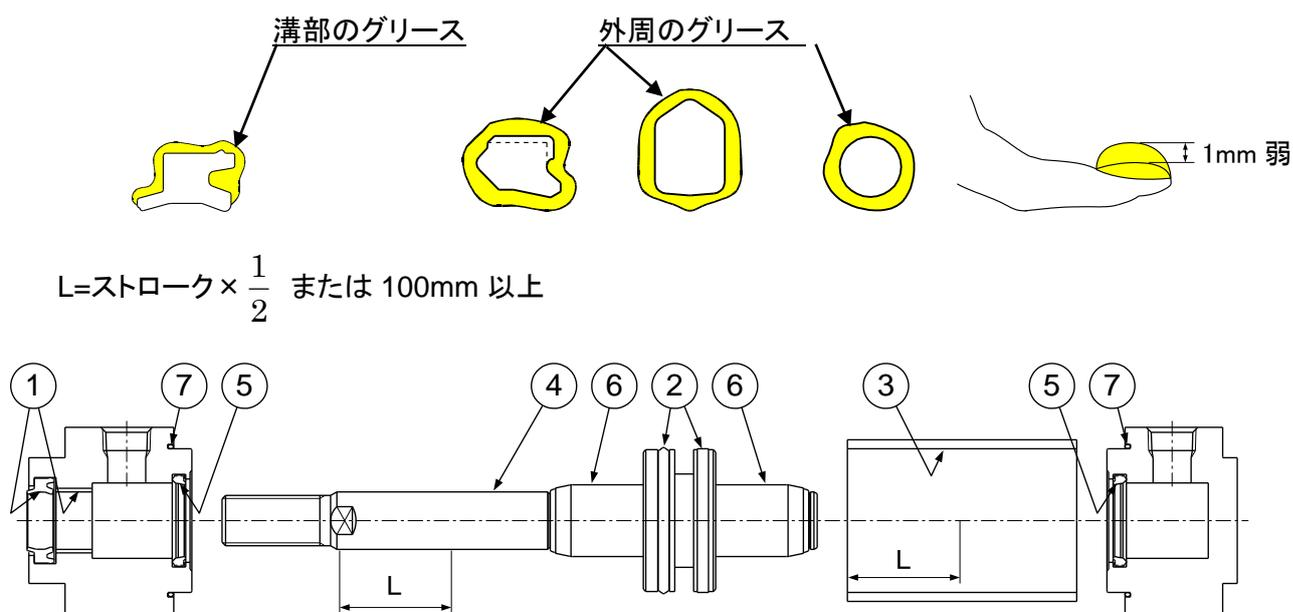

図 7 グリース塗布位置
シリンダの各部品には図 7 各部分にグリースを塗布しますが、100 ストロークのシリンダ 1 本につき表 7 の量が必要です。目安としては人差指ですくった程度が約 3(g)です。
#### 1) ロッドパッキン、クッションパッキン(図7, ①⑤)
#### 2) ピストンパッキン ( 図7, ② )
#### 3) チューブガスケット ( 図7, ⑦ )